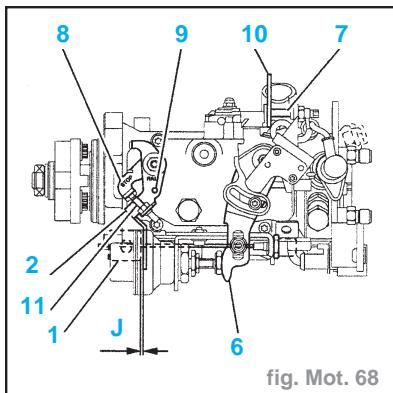

fig. Mot. 68
- Placer une cale de **3 mm** (10) entre le levier de charge (6) et la butée anticâlage (7) (fig. Mot. 68).